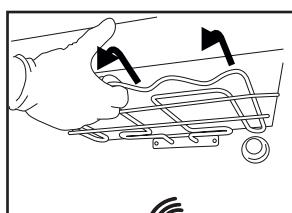
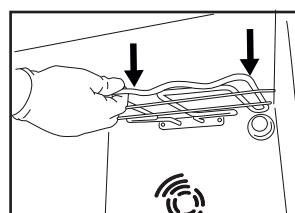

Fig. 1
Fig. 2
- Extrageți puțin rezistență (Fig. 1) și coborâți-o (Fig. 2).